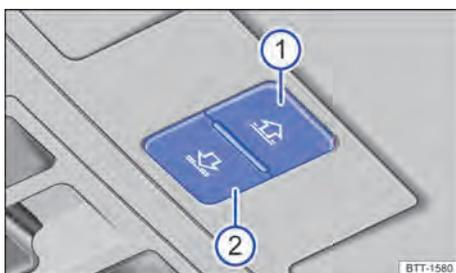

Fig. 83 No revestimento interno do teto: teclas para comandar a cortina de proteção solar.
Os botões → Fig. 83 ① e ② têm dois níveis. Ao pressionar os botões até o primeiro nível, é possível abrir ou fechar a cortina de proteção solar total ou parcialmente.
- Antes que transcorram cerca de 5 segundos desde a ativação do limitador de força, pressione o botão → Fig. 83 ② até que a cortina seja fechada completamente.